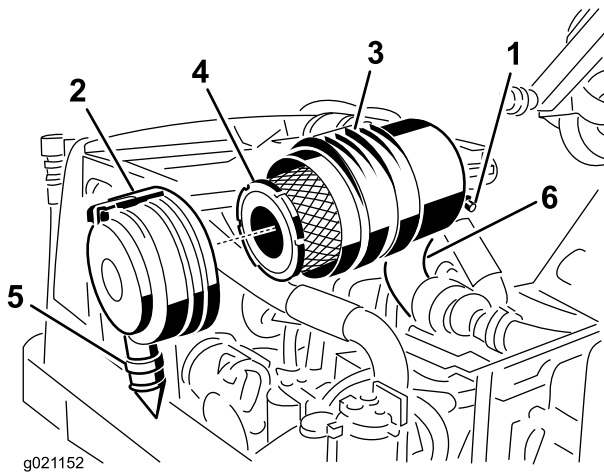
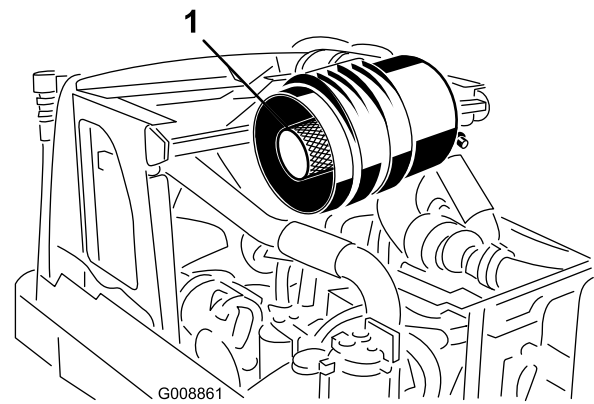

Bild 59
Bild 60
1. Ziehen Sie den Riegel nach außen und drehen Sie die Luftfilterabdeckung nach links (Bild 59).
2. Entfernen Sie den Hauptfilter (Bild 59). Das Reinigen eines verwendeten Elements wird nicht empfohlen, da das Filtermedium beschädigt sein könnte. Prüfen Sie den neuen Filter auf Versandschäden, prüfen Sie das Dichtungsende des Filters und des Körpers. Verwenden Sie nie ein beschädigtes Element. Entfernen Sie **nicht** den Sicherheitsfilter (Bild 60).
Wichtig: Versuchen Sie nie, den Sicherheitsfilter zu reinigen (Bild 60). Tauschen Sie den Sicherheitsfilter bei jeder dritten Wartung des Hauptfilters aus.
3. Wechseln Sie den Hauptfilter aus (Bild 59).
6. Setzen Sie die Abdeckung ein, richten Sie das Gummiauslassventil (Bild 59) nach unten, ungefähr zwischen 17.00 und 19.00 Uhr (vom Ende her gesehen). Befestigen Sie den Riegel.